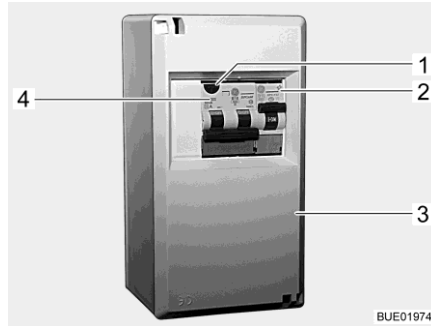

Bild 142 230-V-Sicherungskasten mit Leitungsschutzschalter und FI-Schalter
- Leitungsschutzschalter (Bild 142,2 und 4) im Sicherungskasten (Bild 142,3) ausschalten.
- Wenn das Fahrzeug an die 230-V-Versorgung angeschlossen ist, die Prüftaste (Bild 142,1) des Fehlerstrom-/Leitungsschutzschalters (Bild 142,4) im Sicherungskasten (Bild 142,3) drücken. Der Fehlerstrom-Schutzschalter muss auslösen.
- Die Leitungsschutzschalter (Bild 142,2 und 4) im Sicherungskasten (Bild 142,3) ausschalten.